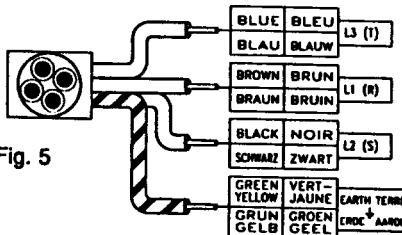

Fig. 5
2. De overige draden met de kleuren zwart, bruin en blauw moeten aangesloten worden aan de klemmen die met de symbolen L1, L2 en L3 of de letters "R, S en T" zijn gemerkt. (Zie fig. 5).